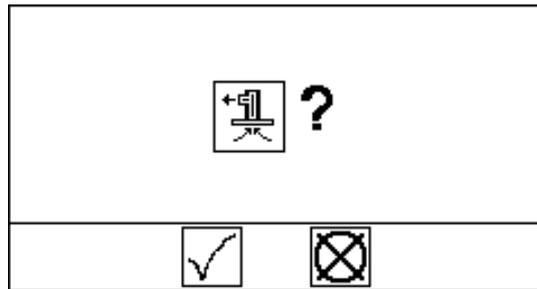

FIG. 21: Confirmación del cebado
5. Pulse la tecla Cebiar la bomba . La pantalla pide al operador que confirme. Vea la FIG. 21. Seleccione para comenzar a cebar.